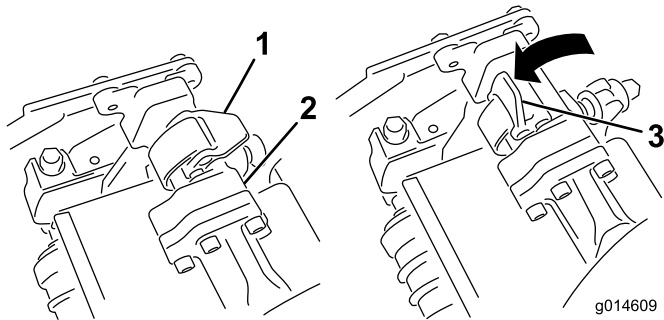
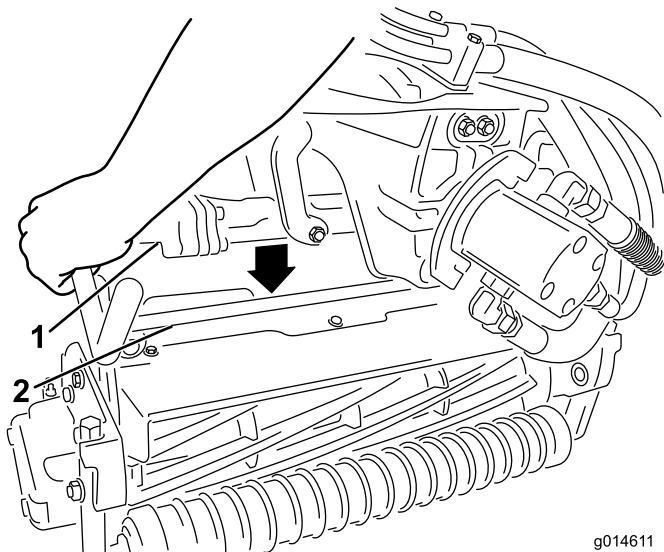

図 33
図 34
4. サスペンション・アームのバーについているラッチを上向き（開いた状態）にして（図 33）、サスペンション・アームを押し下げて、バーを、カッティングユニットのバーの上に被せるようにする（図 34）。
5. ラッチを下げると閉じるとカッティングユニットのバーがロックされてユニットがアームにセットされる（図 33）。
5. 取り外したいカッティングユニットのサスペンション・アームのバーについているラッチを開く (図 33)。